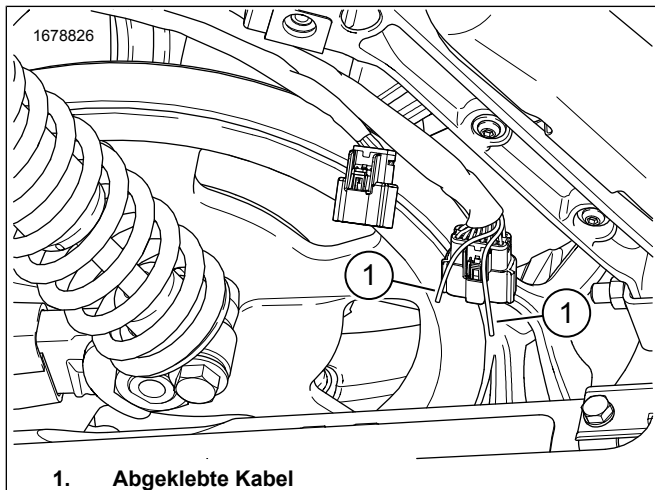

Abbildung 2. Satteltaschenkabel
2. Siehe Abbildung 2. Den Originalausstattung (Original) 16-poligen Steckverbinder [C288B_1] ausfindig machen.